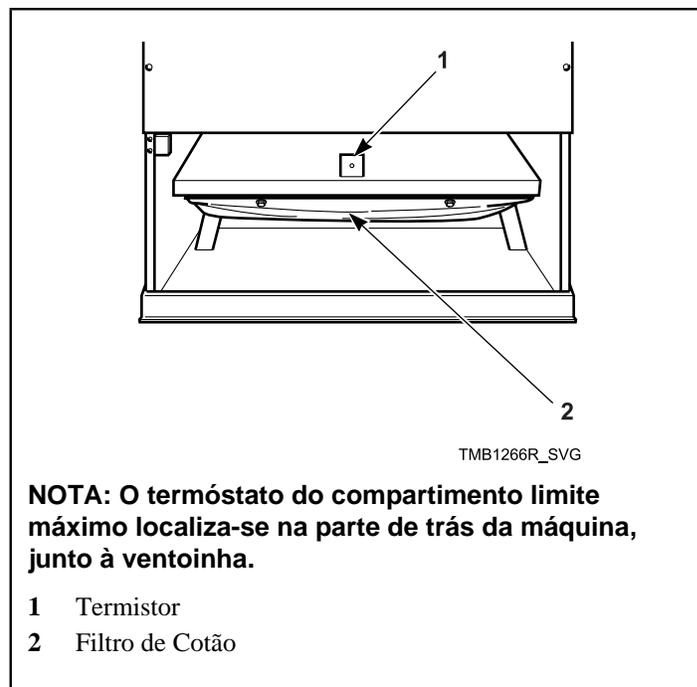

Figura 46
- e. Elimine o algodão do termostato e termistor de limite elevado do compartimento. Consulte a *Figura 46*.